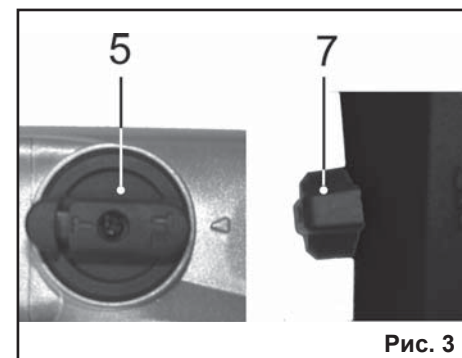

Рис. 3
ключатель режимов (5) в положение «сверление» согласно Рис.3.
9.1.4. Установите переключатель - флажок (7) в положение «сверление без удара» согласно Рис.3.
9.5.2. Нажав на кнопку, поверните переключатель режимов (5) в положение «сверление» согласно Рис.3.
9.5.3. Установите переключатель - флажок (7) в положение «сверление без удара» согласно Рис.3.